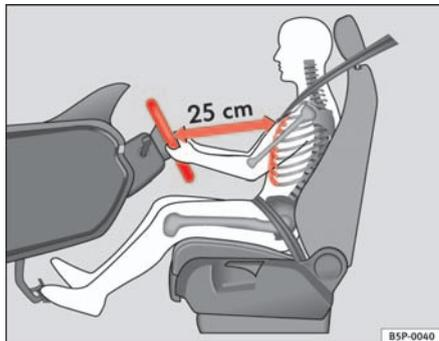

Fig. 1 Distance correcte entre le conducteur et le volant de direction
- Réglez le volant de sorte que la distance entre celui-ci et votre cage thoracique soit au moins de 25 cm ⇒ **fig. 1**.
- Réglez le siège du conducteur de manière à laisser une distance minimale de 25 cm entre votre cage thoracique et le centre du volant ⇒ page 10, fig. 1. Si la distance est inférieure à 25 cm, le système de sacs gonflables ne peut pas vous protéger correctement.